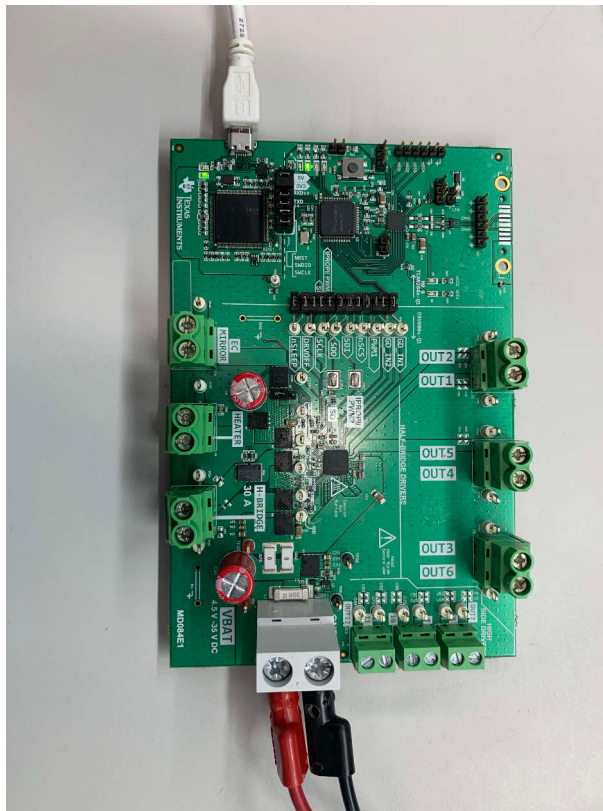

図 2-5. ハードウェア設定
5. これでセットアップが完了です。設定画像は、図 2-5 を参照してください。